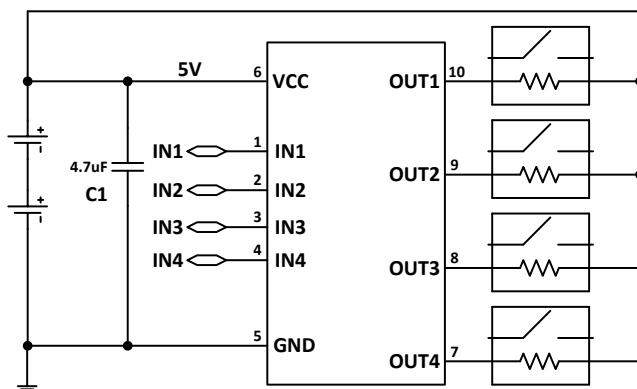

图 3 MX2802LL 驱动 5V 继电器/电磁阀典型应用线路图
- 1、图 3 和图 4 中 4.7uF 电容尽量靠近 IC。该电容能够改善续流阶段感性负载在 VCC 端口产生的电压尖峰，对电路可靠性有帮助。仅仅是提高可靠性，不影响正常工作。